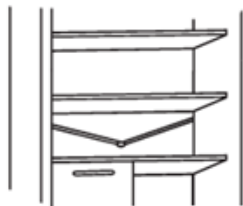

Fig.19
• Mantenga limpio el tubo de drenaje del compartimento del frigorífico (Fig. 19) para evitar que acumule agua.